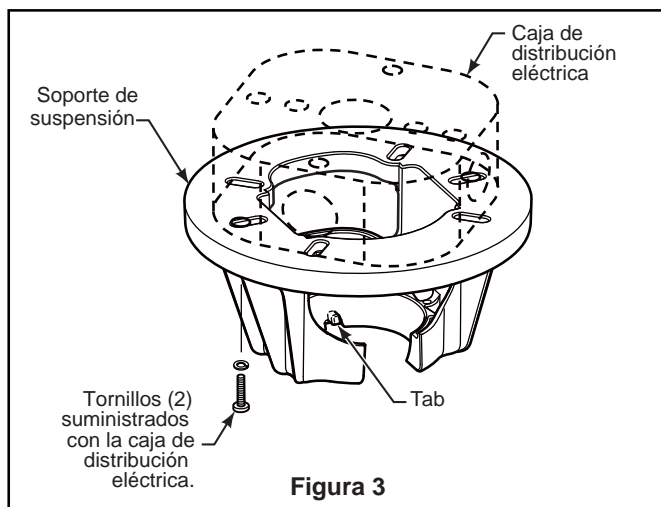
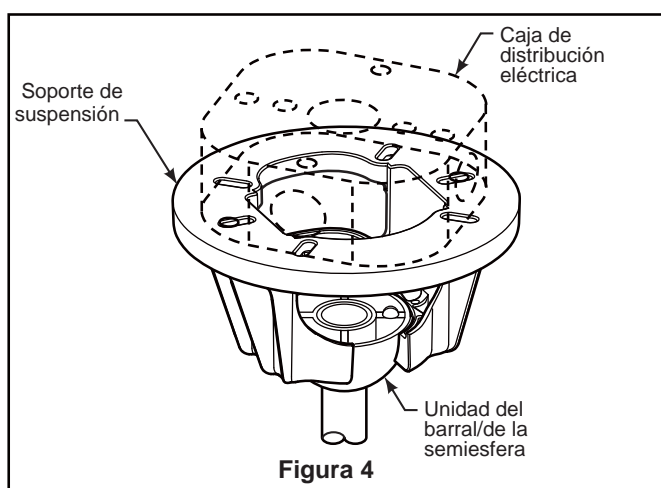

Figura 3
Figura 4
Profunda caja con aparato ortopédico (Figura 3)
3. Vuelva a colocar la cubierta de la carcasa en la unidad del motor usando los tornillos extraídos anteriormente. (Figura 3)
3. Introduzca los cables de color negro/blanco, azul, rojo, gris y amarillo a través de la varilla. (Figura 3)
4. Coloque el soporte de la varilla y alinee los orificios de la clavija de horquilla en ambas piezas. Instale la clavija de horquilla y asegúrela con la pinza de horquilla. Fije e instale los dos tornillos de presión y las tuercas de seguridad en el soporte de la varilla interior. (Figura 4)
1. Fije bien el soporte de suspensión a la caja de distribución con los tornillos y las arandelas suministrados con la misma (Figura 3).
NOTA: Se deben pasar los tornillos de la caja de distribución eléctrica a través de los orificios que se encuentran en el soporte de suspensión (Figura 3).
3. Con cuidado, levante el ventilador y apoye la unidad del barral/de la semiesfera en el soporte de suspensión que acaba de fijar a la caja de distribución eléctrica (Figura 4). Asegúrese de que la ranura en la semiesfera esté alineada con el reborde del soporte de suspensión (Figura 3).
2. Una vez haya hecho las conexiones, coloque los cables hacia arriba y empújelos cuidadosamente hacia dentro de la caja de la toma de corriente, poniendo los cables blancos y verdes a un lado de la caja y los negros hacia el otro lado. Los cables deben ser colocados de forma extendida poniendo el conductor de la toma de tierra y el conductor de toma de tierra del equipo a un lado de la caja, colocando el conductor sin toma de tierra en el otro lado de la caja. (Figura 3)
3. Una vez que se ha realizado la conexión, deslice el receptor en el soporte del colgador, teniendo cuidado de no pillar los cables. El dosel cubrirá el receptor y el soporte del colgador. (Figura 4)
- 4.** Instale la unidad LED en la ernsamble de la placa de iluminación mediante los dos chaveteros. Vuelva a colocar el los tornillos extraídos en el paso 2 y apriete todos los tornillos. (Figura 4)
- 3.** Para que el ventilador sea funcional, instale las pilas (incluidas) de 23A/12V en el transmisor del mando a distancia. Mientras el ventilador esté apagado. A continuación, siga el proceso de fijación remota de código. Si no se utiliza el ventilador durante un largo periodo de tiempo, extraiga la batería para evitar cualquier daño al transmisor. Almacene el mando a distancia en un lugar alejado del calor o la humedad excesiva. (Figura 3)
- 4. Configuración del mando a distancia y proceso de configuración de la velocidad (RPM): (Figura 4)**